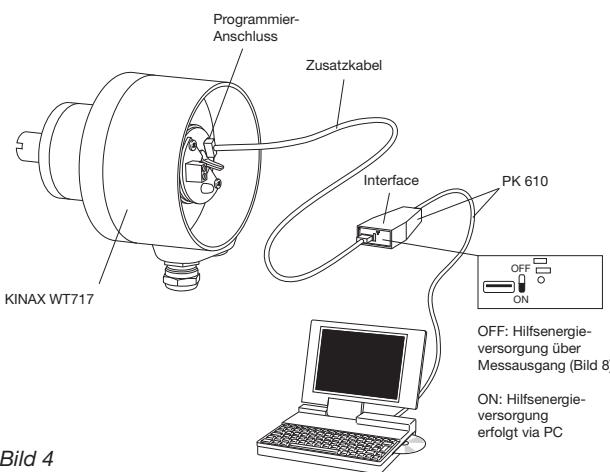
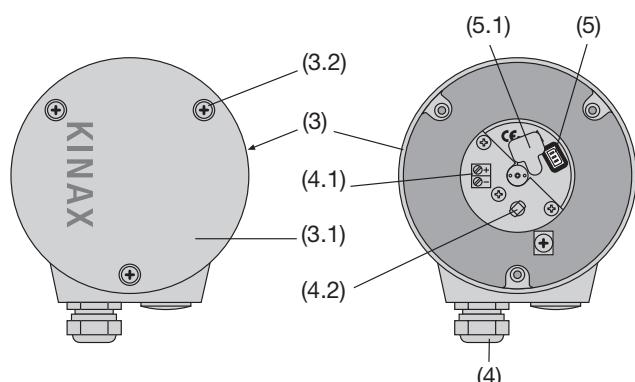

Bild 4
Bild 6. Rückenteil (3) mit Klemmen (4.1) und Stopfbuchse (4).
1. Deckel (3.1 in Bild 6) entfernen. Durch Abziehen des Gummiverschlusses (5.1) wird der Programmieranschluss (5) zugänglich (siehe Abschnitt "8.1 Leitungen anschliessen"). KINAXWT 717 nach Bild 4 mit der Programmireinrichtung verbinden. Konfigurations-Software 2W2 starten. Gerät – wenn nötig – mit den gewünschten Messbereichsdaten konfigurieren.
1. Messumformer in Betrieb nehmen und gemäss Bild 4 an Programmriereinrichtung anschliessen (Schalter AUX am PK 610 auf OFF).